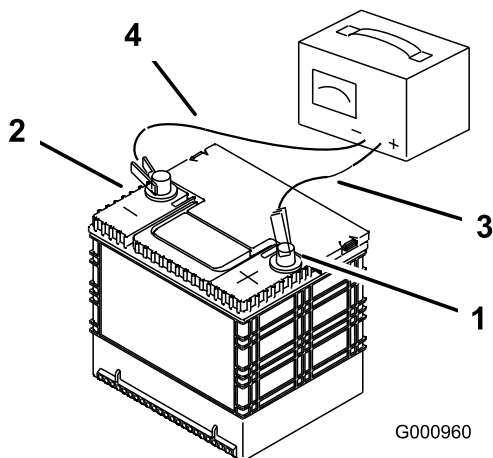

Figura 59
2. Quando la batteria è completamente carica, staccate il caricabatterie dalla presa elettrica e scollegate i cavi di ricarica dai poli della batteria (Figura 59).